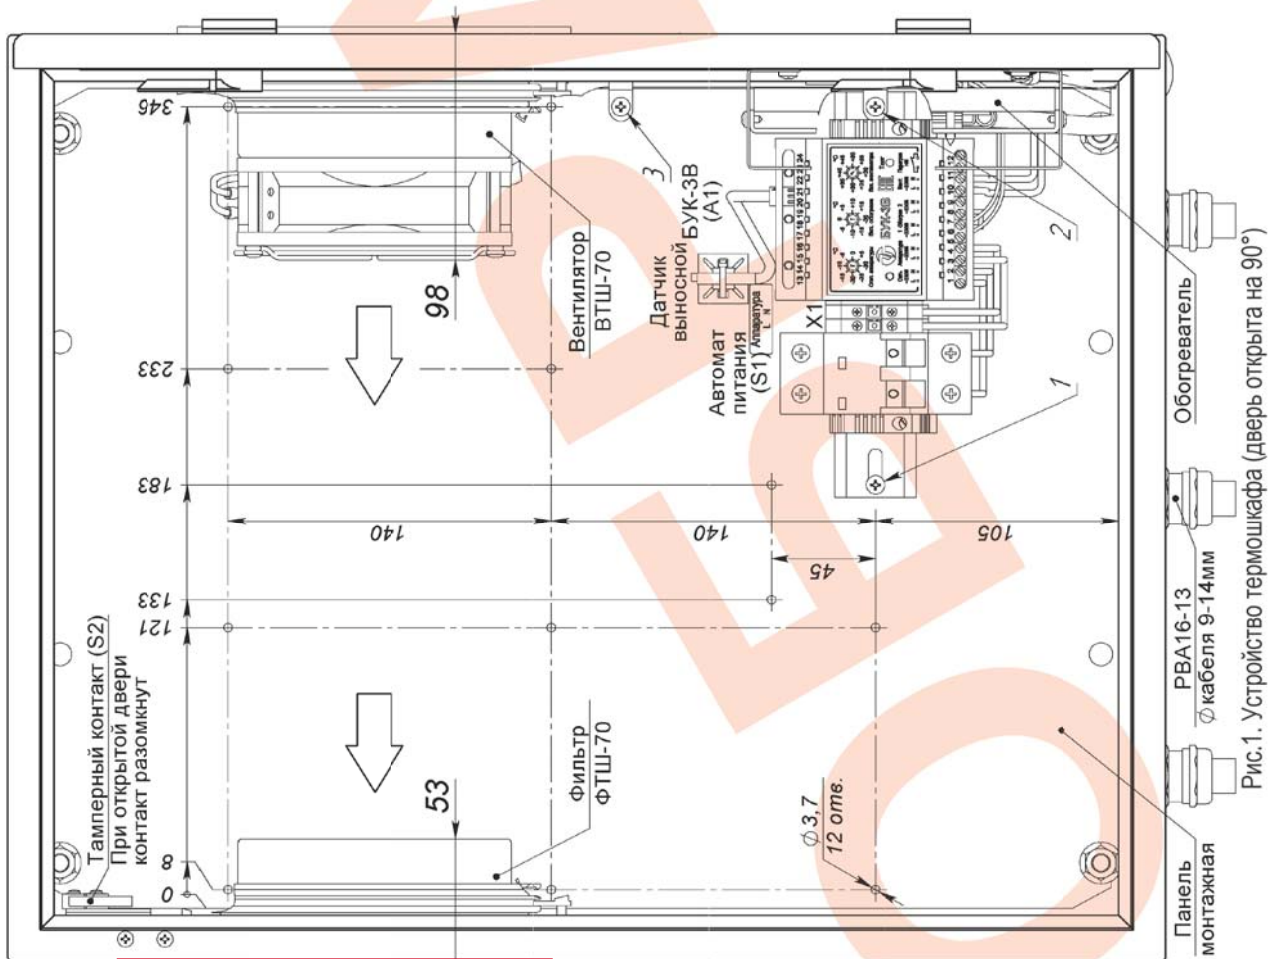

Рис.1. Устройство термощафа (дверь открыта на 90°)
Для установки в термощаф телевизионного (электронного) оборудования необходимо извлечь монтажную панель (рис.1) из термощафа, для чего необходимо:
3. Снять с монтажной панели DIN-рейку с установленными на ней автомат питания S1, клеммами X1, блоком управления климатом БУК-3В (A1), выкрутив крепежные саморезы 1 и 2 (рис.1).